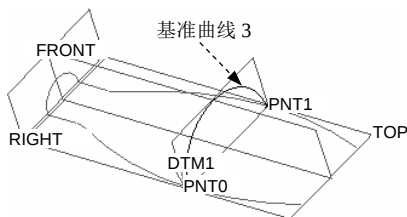
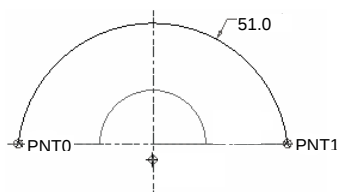

图 6.7.37 创建基准曲线 3
图 6.7.38 截面草图
Step8. 创建图 6.7.37 所示的基准曲线 3。
(1) 单击“草绘”按钮 。
(2) 定义草绘截面放置属性：设置 DTM1 基准平面为草绘面；采用默认的草绘视图方向；TOP 基准平面为草绘平面的参考，方向为 **顶**；单击 **草绘** 按钮。
(3) 进入草绘环境后，接受默认草绘参考，然后绘制图 6.7.38 所示的截面草图，完成后单击  按钮（注意：圆弧的两个端点分别与基准点 PNT0 和基准点 PNT1 对齐）。